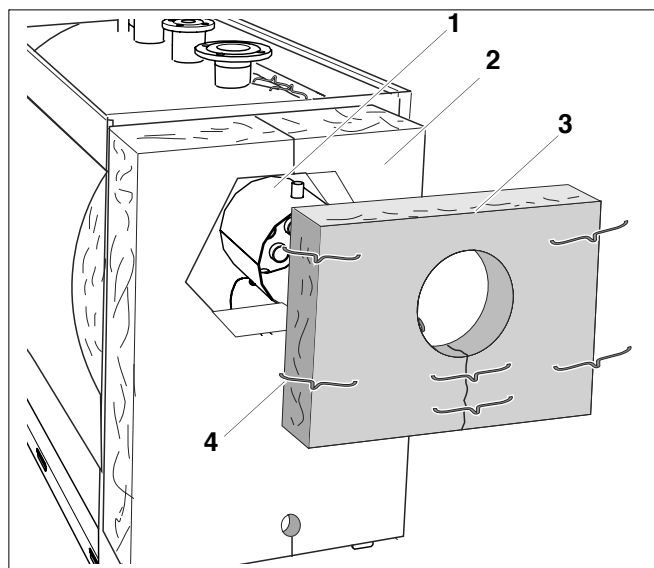

Fig. 22 Montarea izolației termice a colectorului de gaze arse
- Împingeți izolația termică a colectorului de gaze (fig. 22, **poz. 3**) cu decuparea peste ștuțul pentru gaze arse (fig. 22, **poz. 1**).
- Asigurați izolația termică a colectorului de gaze (fig. 22, **poz. 3**) prinzând-o cu cleme (fig. 22, **poz. 4**) de izolația termică a corpului cazanului (fig. 22, **poz. 2**).